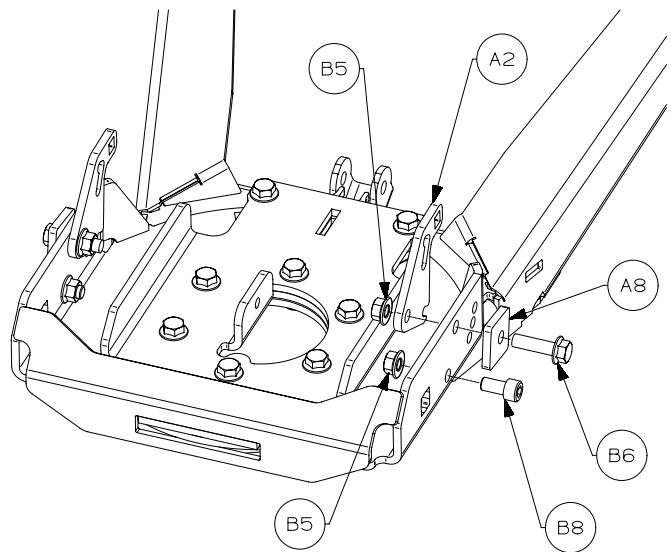

Figure 4
8. Poser les fixations (B5, B8) du tube poussoir. Serrer les fixations aux couples de serrage indiqués. Voir la Figure 4.